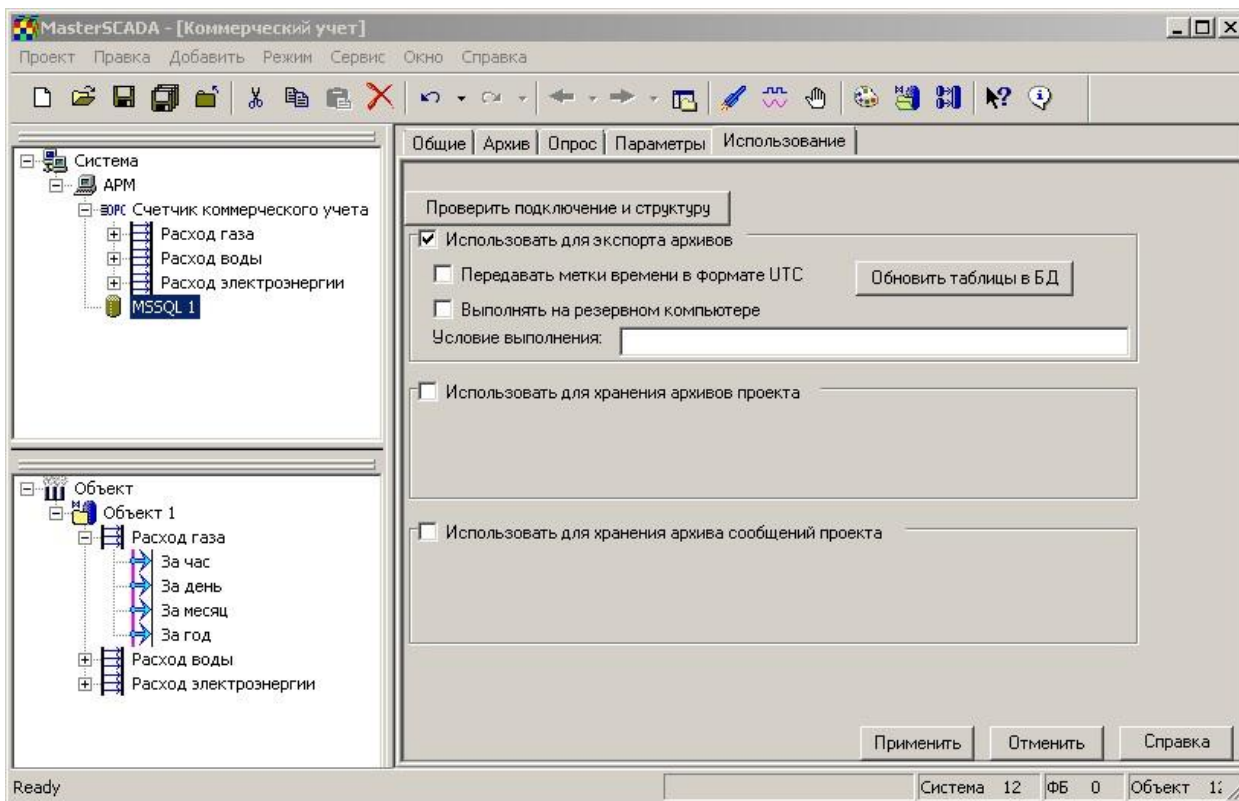

Рисунок 1.2-7. Использование базы данных
3. На странице свойств БД-коннектора Использование установите флаг: **Использовать для экспорта архивов** (Рисунок 1.2-7).